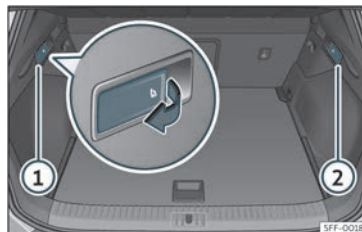

Fig. 103 Na bagageira: alavancas para o desbloqueio do encosto traseiro.
- Puxe a alavanca de desbloqueio à distância da parte esquerda»» Fig. 103 ① ou direita ② do encosto no sentido da seta. A parte desbloqueada do encosto traseiro rebate-se automaticamente para a frente.